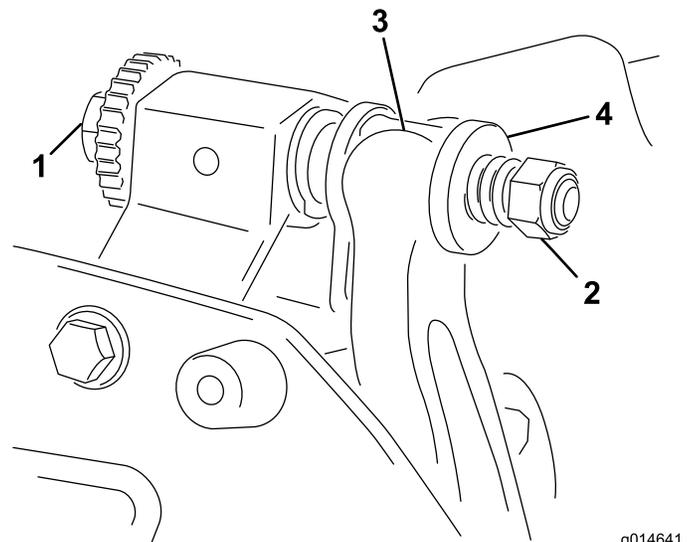

Bild 13
1. Drehen Sie die Einstellschraube des Untermesserträgers nach links, um den Abstand zwischen Untermesser und Spindel zu vergrößern (**Bild 13**).
2. Drehen Sie die Federspannungsmutter so weit hinaus, bis die Scheibe nicht mehr gegen den Untermesserträger angespannt ist (**Bild 13**).
- Montieren Sie den Untermesserträger. Positionieren Sie die Befestigungsöhen zwischen die Scheiben und der Einstellschraube des Untermesserträgers (Bild 13).